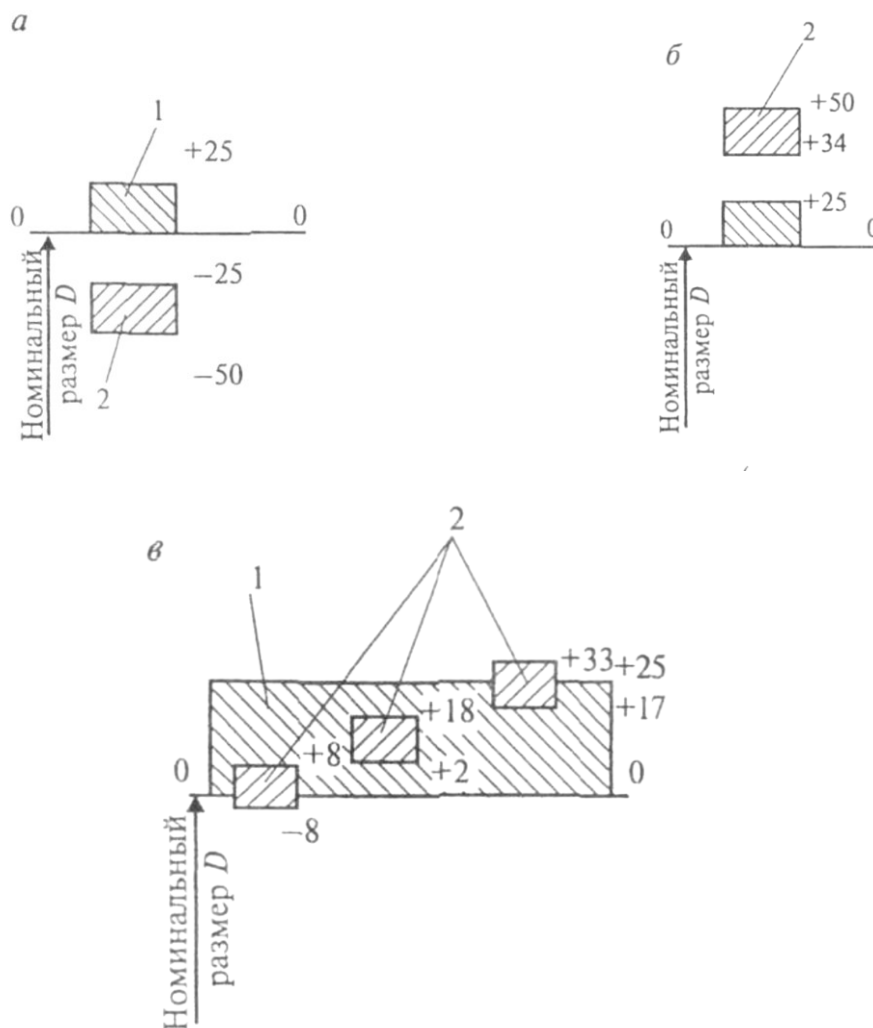

Рисунок 1. Схемы полей допусков (отверстия – 1 и вала - 2) для разных посадок: а – зазор; б – натяг; в – переходная посадка.
Посадка с зазором обеспечивает возможность относительного перемещения собранных деталей. При посадке с зазором поле допуска отверстия находится над полем допуска вала (рис. 1, а).
Натяг обозначается буквой N . Натяг равен: $N = d - D$. Посадка с натягом обеспечивает взаимную неподвижность сопрягаемых деталей после их сборки. При натяге поле допуска отверстия находится под полем допуска вала (рис. 1, б).
3. **Переходная посадка** - посадка, при которой возможно получение как зазора, так и натяга. Она характеризуется наибольшим зазором и натягом. В переходной посадке поля допусков отверстия и вала перекрываются частично или полностью (рис. 1, в).
6. Измерить на реальном изделии действительные размеры (d_d , D_d) и сравнить их с соответствующими размерами, указанными на чертеже (рис.1).